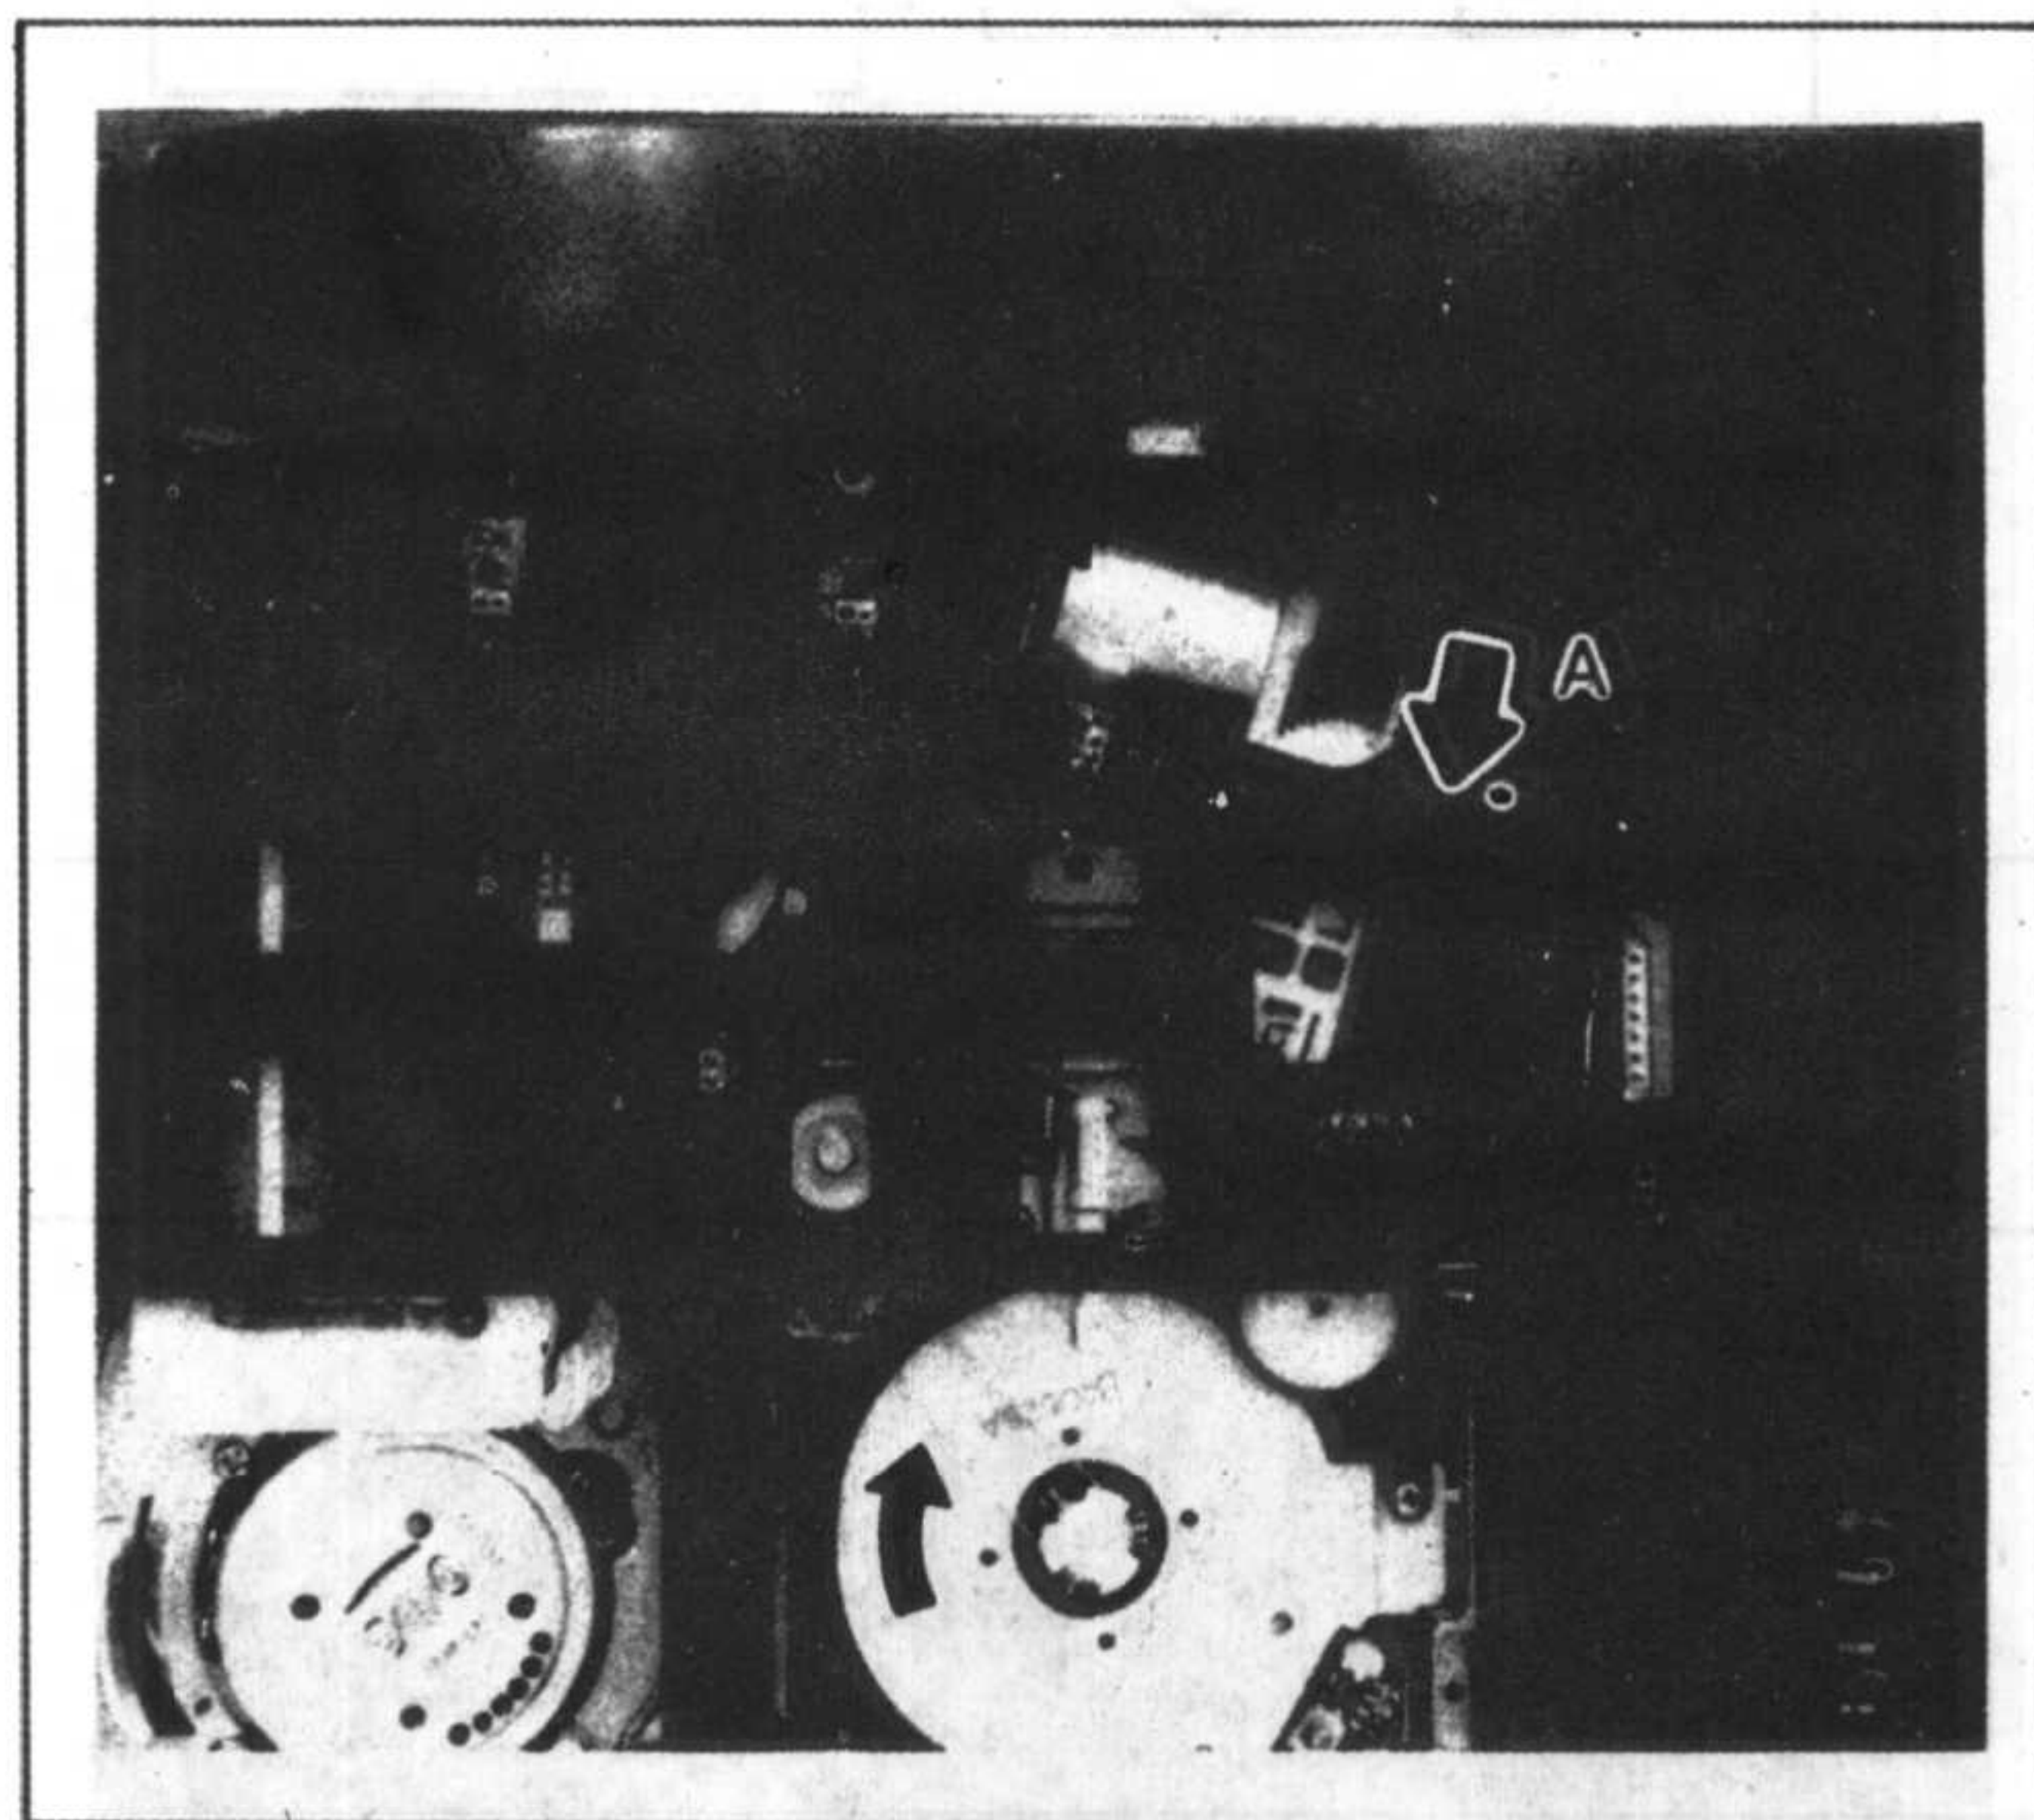

图 S7
2) 如图S7所示,用手指将蜗轮转动到“A”箭头方向,将加载柱移动至卸载位置。